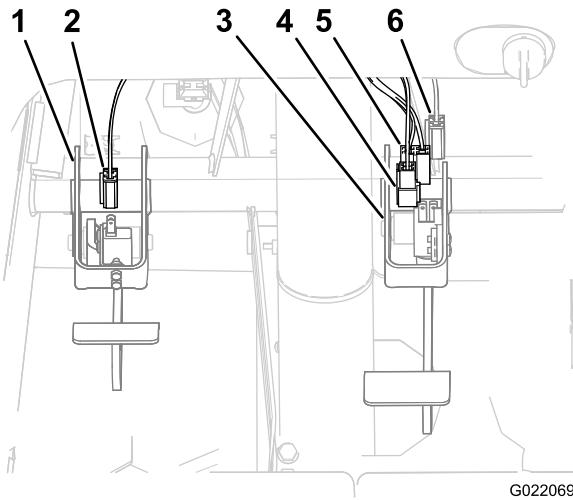

Figura 9
3. Encaminhe a ramificação da cablagem com o conector de 2 tomadas para o interruptor da embraiagem ao longo da chumaceira de suporte para o pedal da embraiagem (Figura 9).